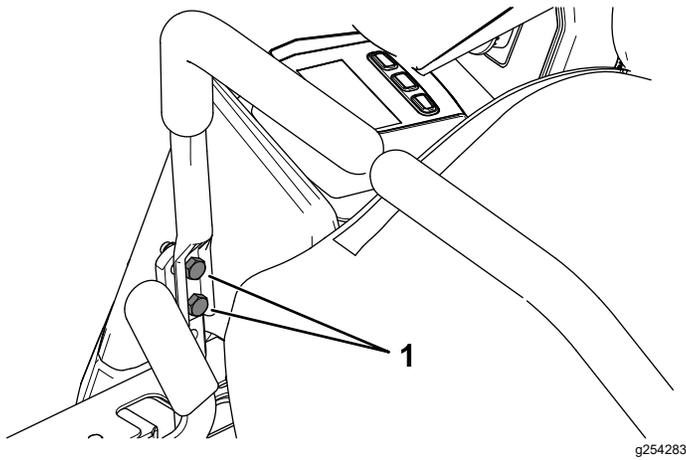

Bild 51
10. Wenn eine Ausrichtung erforderlich ist, lösen Sie die beiden Befestigungsschrauben des Fahrtriebshebels auf der falsch ausgerichteten Seite (Bild 51).
12. Ziehen Sie die beiden Befestigungsschrauben des Fahrerhebels fest (Bild 51).